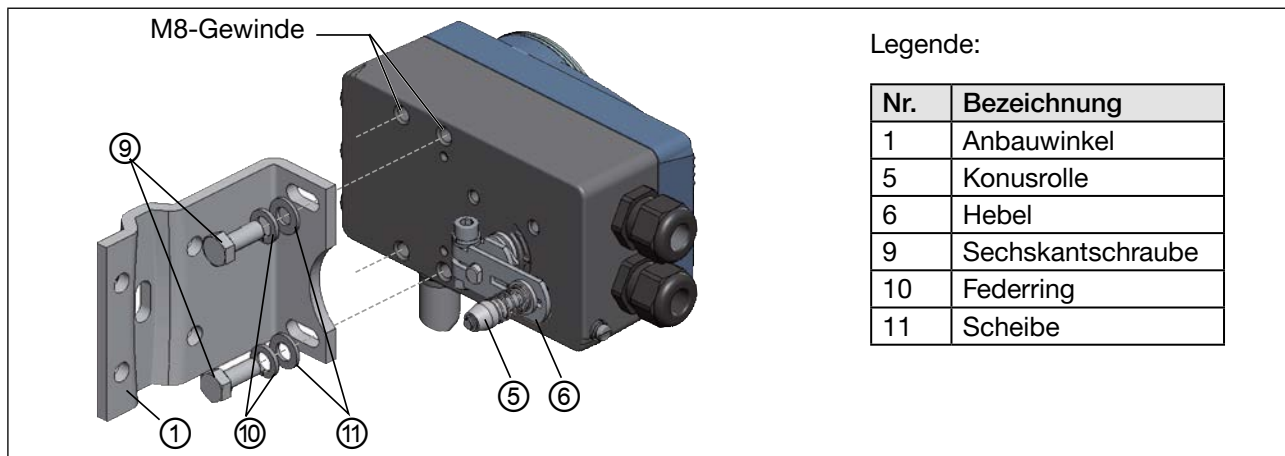

Abb. 15: Anbauwinkel befestigen
→ Anbauwinkel ① mit Sechskantschrauben ⑨, Federringen ⑩ und Scheiben ⑪ an der Rückseite des Typs 8792/8793 befestigen (siehe „Abb. 15“).
Die Konusrolle am Hebel des Wegaufnehmers muss im Bügel (siehe „Abb. 15“) über den gesamten Hubbereich am Antrieb frei laufen können.